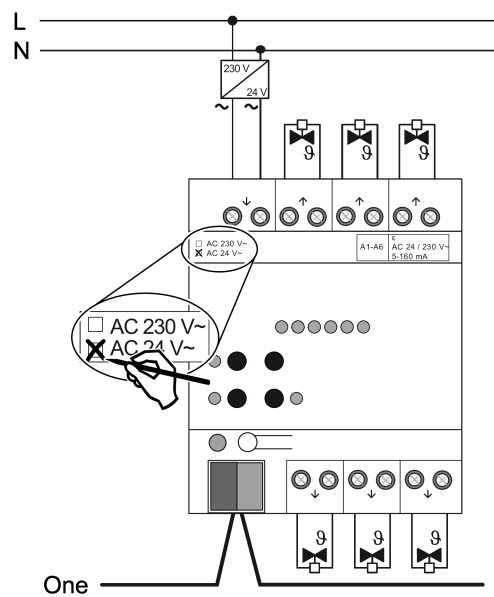

Bild 4: Anslutning ställmotorer 24 V
- Anslut ställmotorer typ AC 24 V enligt anslutningschemat (se bild 4).